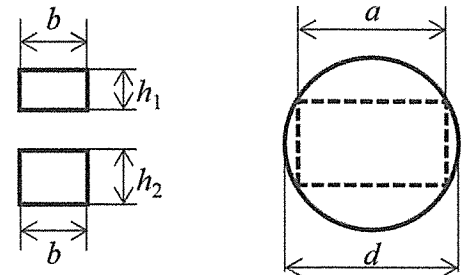

図 4
- (1) はり AB において、A 点と B 点での反力 R_A, R_B の大きさを求めよ。
- (2) はり AB に生じる最大曲げモーメントの大きさ $|M_{AB_max}|$ と最大曲げ応力の大きさ $|\sigma_{AB_max}|$ を求めよ。ただし、 R_A, R_B を用いずに答えよ。
- (3) はり CD において、C 点と D 点での反力 R_C, R_D の大きさを求めよ。
- (4) はり CD に生じる最大曲げモーメントの大きさ $|M_{CD_max}|$ と最大曲げ応力の大きさ $|\sigma_{CD_max}|$ を求めよ。ただし、 R_C, R_D を用いずに答えよ。
- (5) $|\sigma_{CD_max}| > |\sigma_{AB_max}|$ のとき、 L_2/L_1 の満たす条件を示せ。
- (6) $L_2 = 2L_1 = 2.0$ [m], $h_1 = h_2 = 50$ [mm], $b = 30$ [mm] のとき、はり AB, CD の降伏応力 σ_Y を 200 MPa, 安全率を 4 とすると、はり AB に加えることのできる最大の等分布荷重の大きさ $|w_{max}|$ を求めよ。
- (7) 図4に示すように、直径 d の丸棒から断面が長方形のはりを切り出す場合を考える。最も大きな曲げモーメントに耐えるはりの長方形断面の幅 a は、 d の何倍になるか求めよ。